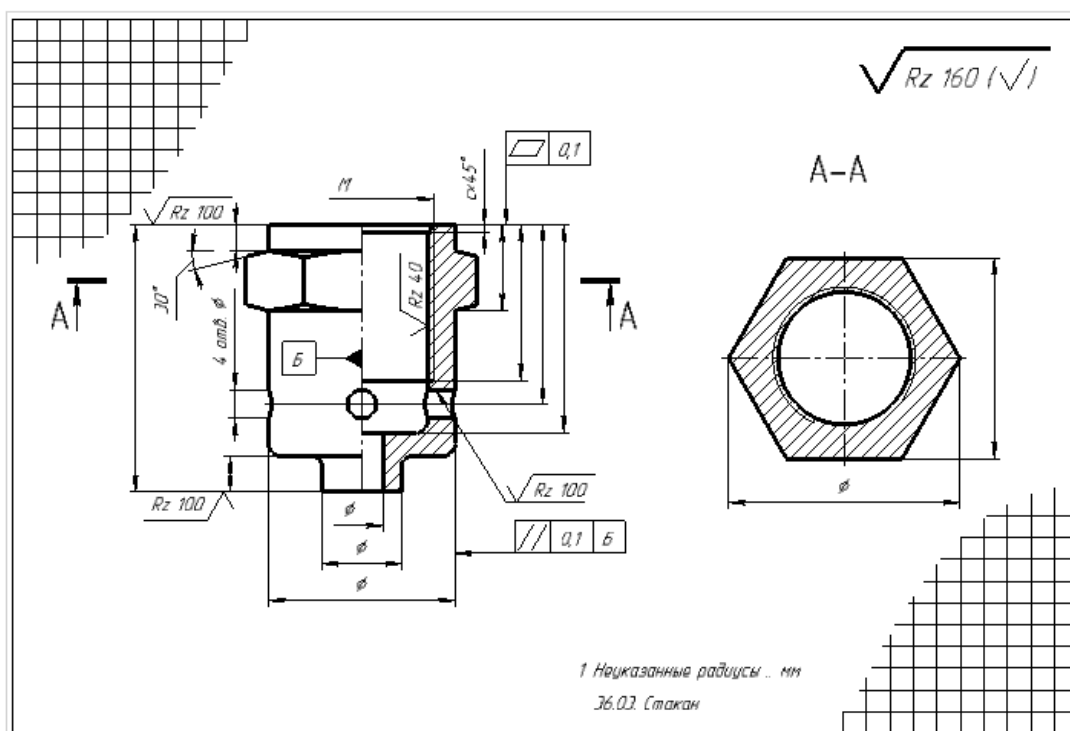

Рис.2. Образец выполненного задания контрольной работы
2. Рис.2
2. Рис.2	4. правильного ответа нет
11	Установите соответствие: допуски расположения: Варианты ответов: А - допуск формы Б – допуск расположения В - суммарный допуск формы и расположения  Рис.1  Рис.2  Рис.3  Рис.4  Рис.5